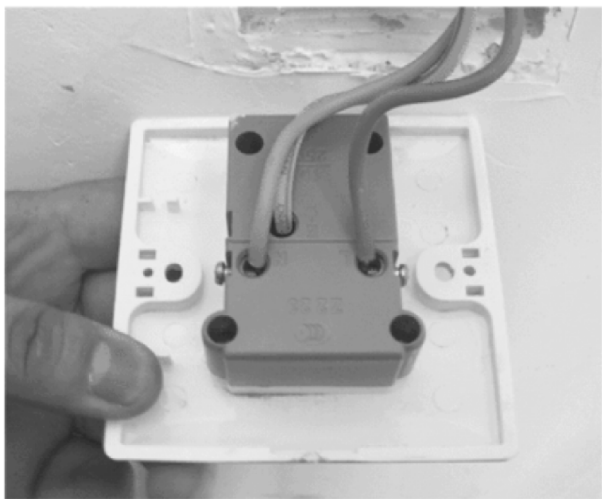

图 6-21 连接完成的插座
5) 将预留出的相线连接端子插入插座的相线接线孔。穿入相线（红色）后，再选择合适的一字螺钉旋具拧紧插座相线接线孔的螺钉。将中性线（蓝色）穿入插座中性线接线孔内，按照前面的方法（对于小功率插座，可以不用连接地线，但本例为安全起见，依然连接地线），用一字螺钉旋具拧紧插座中性线接线孔的螺钉。将接地线与插座的接地线孔进行连接，如图 6-21 所示。